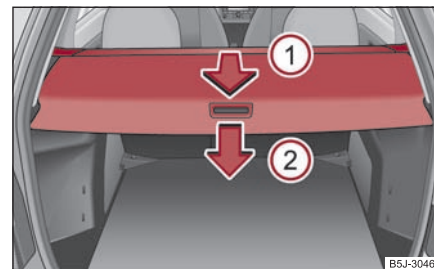

Fig. 80 Portbagajul: Raftul rulabil al portbagajului
- Trageți raftul din portbagaj până la limită în sensul indicat ① în poziția asigurată ⇒ pagina 71, fig. 80.